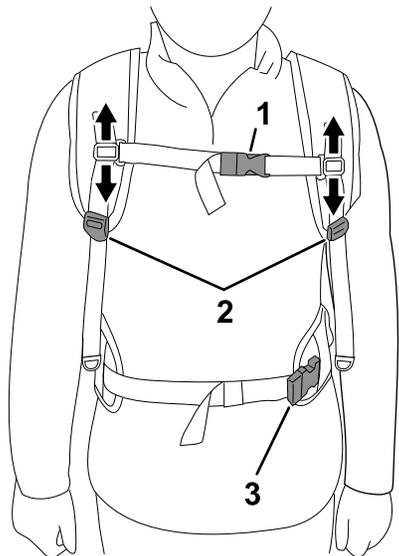

Figura 4
1. Coloque as correias de ombro, e ligue sem apertar a fivela do cinto da anca e a fivela do cinto do esterno (Figura 4).